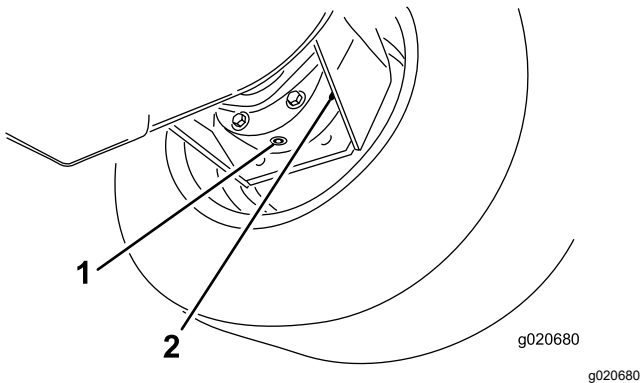

Figura 69
3. Coloque un recipiente debajo del alojamiento del freno, retire el tapón y deje que se drene el aceite (Figura 69).